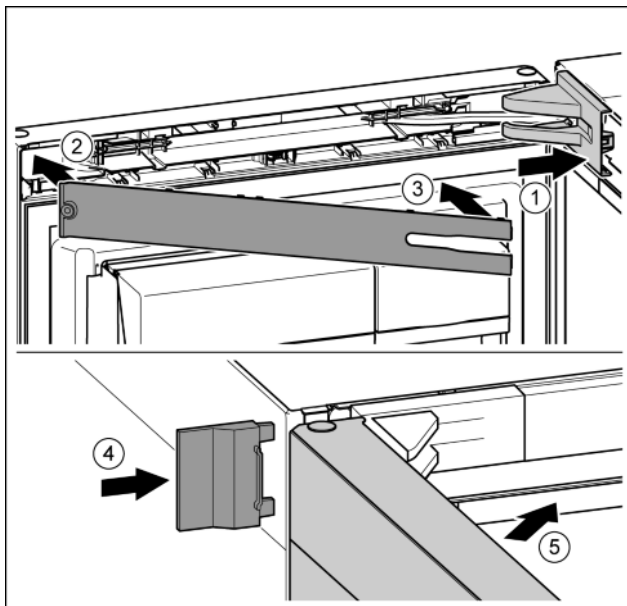

Fig. 50
- ▶ Крышку опорного кронштейна установить и зафиксировать, при необходимости, осторожно разжать. Fig. 50 (1)
- ▶ Установить накладку. Fig. 50 (2)
- ▶ Наклонить и защелкнуть накладку. Fig. 50 (3)
- ▶ Надвинуть внешнюю крышку. Fig. 50 (4)
- ▶ Закрывать верхнюю дверь. Fig. 50 (5)